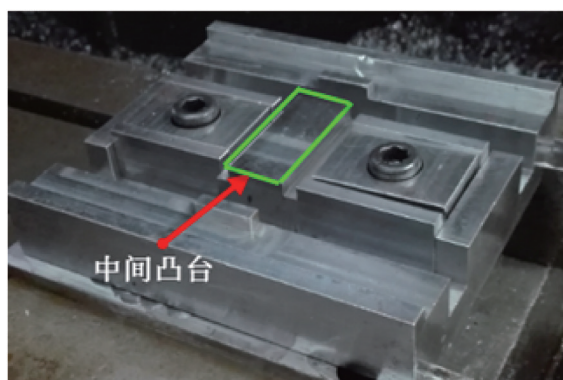
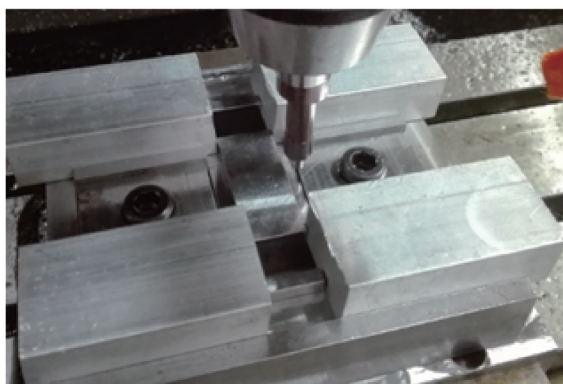

图 12 夹具中间凸台
图 13 利用中间凸台分中
(2) 分中对刀。夹具中间有个凸台，如图 12 所示，这个凸台是专门用来对刀使用的，设计这个凸台的目的是保持基准统一。以夹具的中间凸台中心为工件坐标系原点，正反面加工一样，所以反面是不用再一次分中的，简化了操作流程，如图 13 所示，中间凸台上表面与 Z 轴对刀，凸台顶面离装夹工件的底面高度是 5mm，这个高度是固定的，所以多把刀的 Z 轴方向对刀均可采用凸台顶面为对刀位，对刀时，根据底面高度数据，做相应的简单加减计算即可。